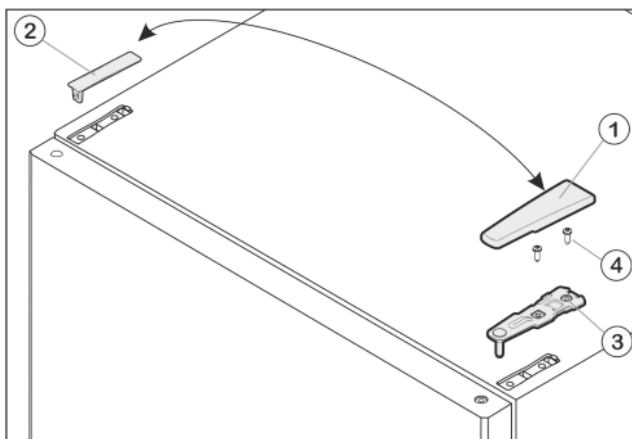

Fig. 8
- ▶ Estrarre la copertura Fig. 8 (1) tirandola in avanti e verso l'alto.
- ▶ Staccare la copertura Fig. 8 (2).
- ▶ Svitare il blocco di supporto superiore Fig. 8 (3) (2 x Torx® 25) Fig. 8 (4) ed estrarre tirando verso l'alto.
- Inserire il blocco di supporto superiore Fig. 8 (3) sul nuovo lato della cerniera nella porta.
- Serrare il blocco di supporto superiore **fermamente a 4 Nm** (2 x Torx® 25) Fig. 8 (4). Eventualmente praticare fori a vite o utilizzare un avvitatore a batteria.
- Innestare la copertura Fig. 8 (1) e la copertura Fig. 8 (2) rispettivamente sul lato opposto dall'esterno e innestare in posizione.